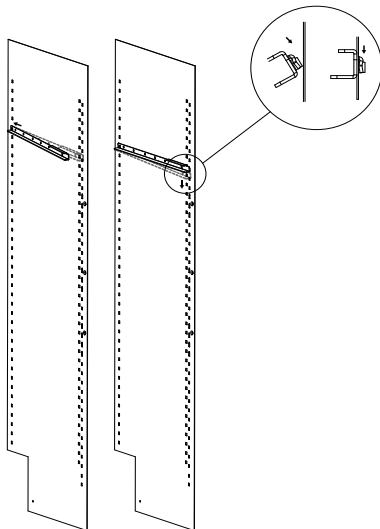
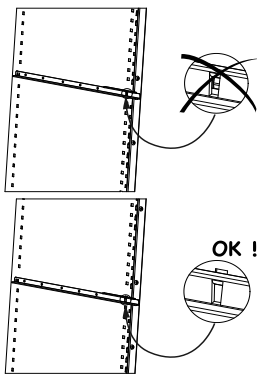

图1
图2
- 移除酒柜内部和外部的保护部件，包括下铰链的保护套(见图1)。
已被固定在每个酒架上。每个酒架2个垫块（图1）。请通过转动将每个垫块取出（图2）。您可保留这些垫块，以便在需要对您的葡萄酒酒柜进行长距离运输时重新使用它们。
1. 将2个滑条插入酒架支撑带中。每个酒架左右侧个安装一个滑条（见图1）。确保滑条正确地固定在壳体内（见图2）。
1. 将2个滑条插入酒架支撑带中。每个酒架左右侧个安装一个滑条（见图1及图2）。
- 将滑条插入酒架支撑带要求位置上（见图1和2）；